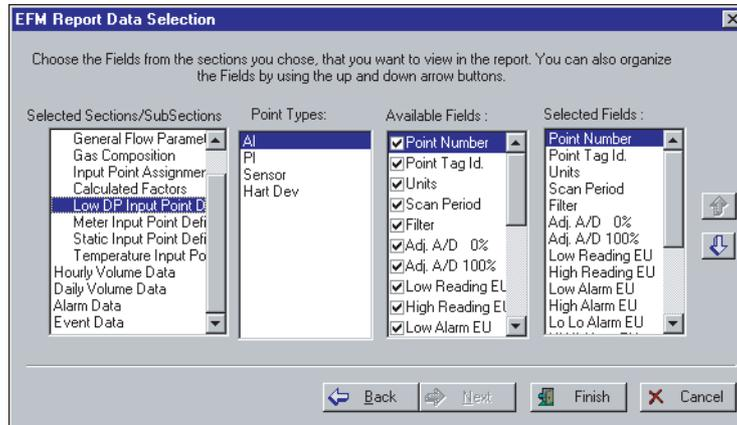

Figura 7-6. EFM Report Data Selection - Tela 4
10. Selecione os Tipos de Pontos e Campos que você deseja reportar. Consulte a Figura 7-6.